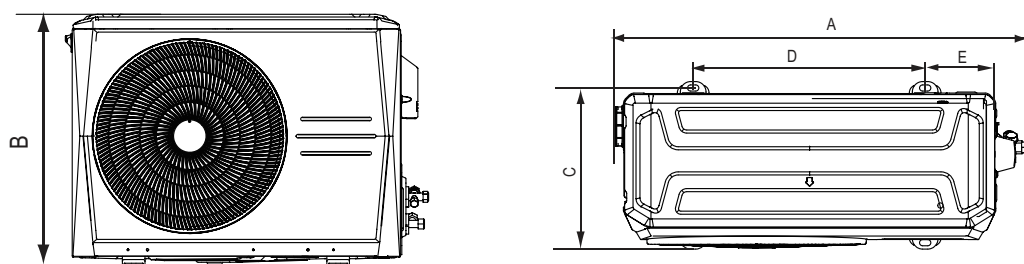
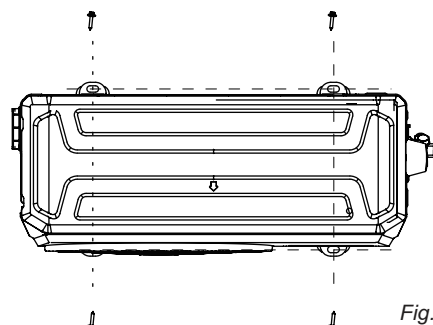

Fig. 4-2
Fig. 4-3
4.1.1 Unidad exterior, véanse las *fig. 4-2*, *fig. 4-3* y *tabla 4-1*. (unidad: mm)